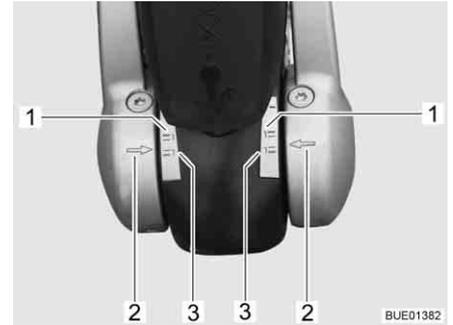

Bild 226 Anzeige Reibbeläge links und rechts
- Wenn die Pfeile an der Druckscheibe (Bild 226,2) unterhalb oder auf der grünen Markierungsfläche (Bild 226,3) stehen, sind die Reibbeläge neuwertig.
- Wenn die Pfeile an der Druckscheibe innerhalb der Markierungsflächen (Bild 226,1 und 3) stehen, sind die Reibbeläge leicht abgenutzt.
- Wenn die Pfeile an der Druckscheibe auf oder oberhalb der roten Markierungsfläche (Bild 226,1) stehen, sind die Reibbeläge abgenutzt. Reibbeläge wechseln lassen.